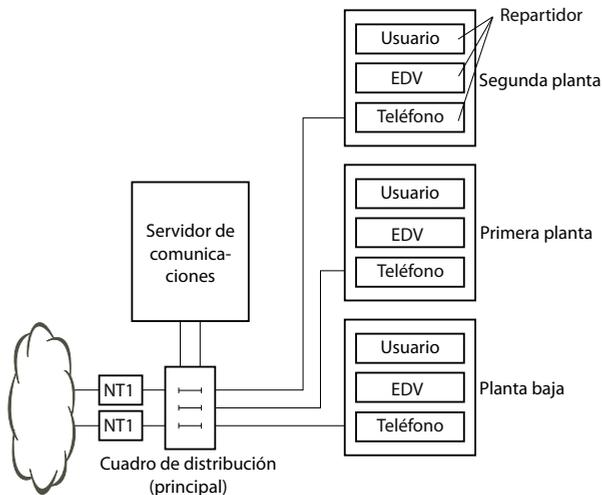
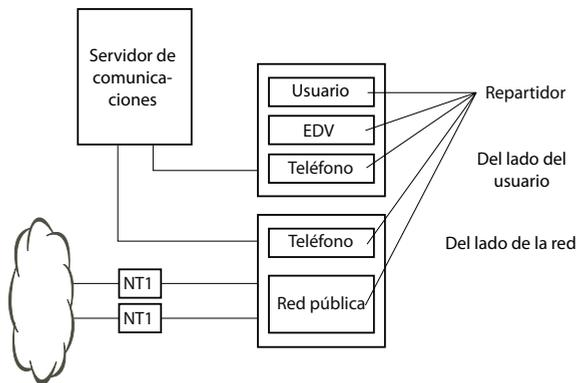

Fig. 28 Conexión a un UBC a través de una placa de distribución principal (ejemplo)
Fig. 29 Conexión a un UBC a través de un centro de cableado (ejemplo)
- Cableado indirecto a través del cuadro de distribución principal y con cualquier instalación universal de cableado de edificio (UBC) (ver también Fig. 28 y Fig. 29).